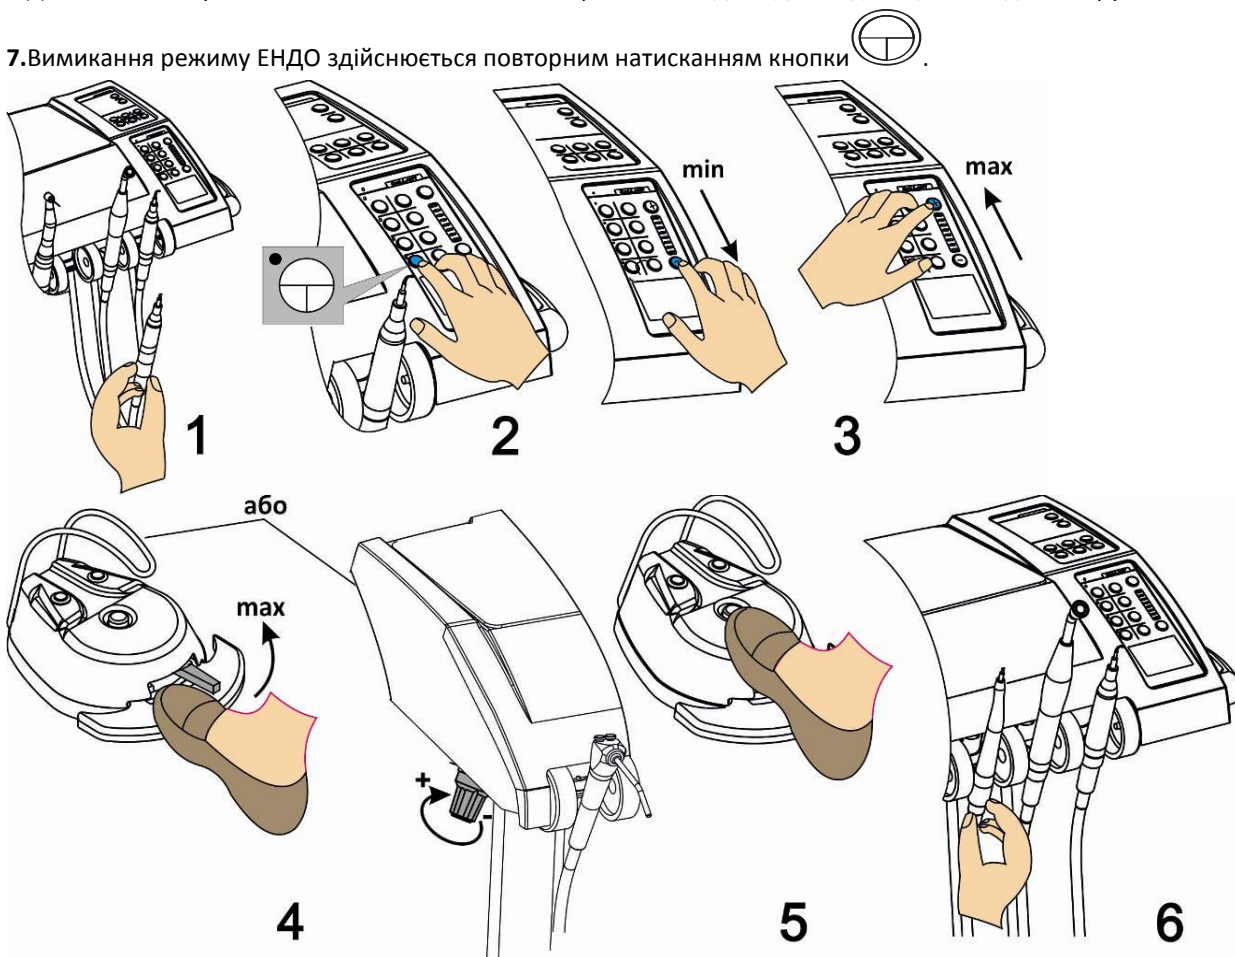

Рисунок 4.3.2.1 Настроювання частоти обертання мікромотора в режимі ЕНДО
1. Зніміть мікромотор з третього робочого місця блоку лікаря (див. Рисунок 4.3.2.1).